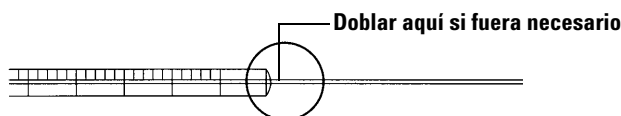

Figura 76 Inspección de la jeringa
- 1 Ruede la jeringa por el borde de una superficie plana y limpia. Si la punta de la aguja traza un círculo, enderece la aguja doblándola levemente cerca del lugar en que se une al cuerpo de la jeringa y vuelva a comprobarlo (Figura 76).